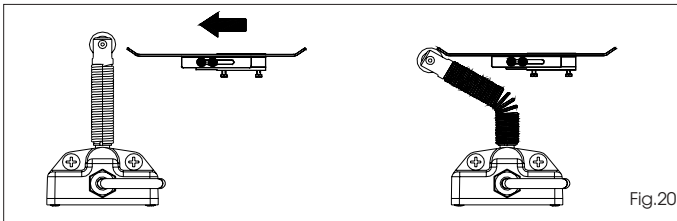

Fig.20
- het plaatje moet de eindschakelaar activeren op het afgebogen gedeelte, zoals op fig. 20.